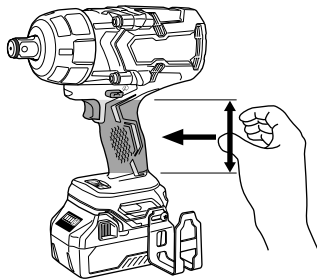

Fig. 1
2. Asegúrese de sostener firmemente la herramienta durante la operación. De lo contrario, podría sufrir un accidente o lesiones. (Fig. 1)